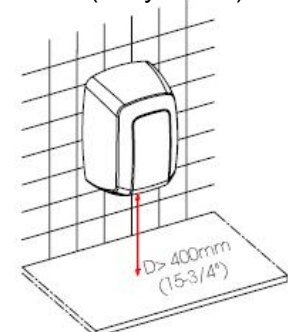

Рисунок 13.
**ПРИМЕЧАНИЕ:** минимальное расстояние должно составлять 400 мм. (15,80") относительно выступов, мраморных плит и умывальников (Рисунок 13). По мере возможности, избегайте наличия отражающих поверхностей в зоне действия ИК-датчика сушилки для рук.